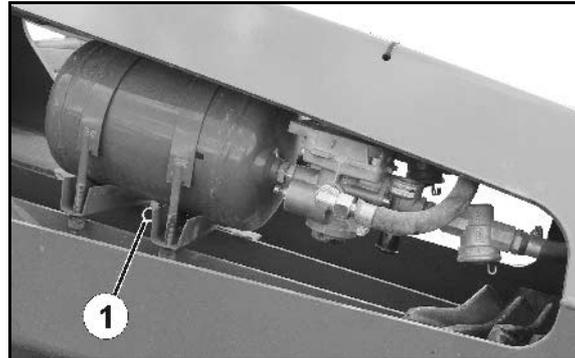

Fig. 72
1. Ziehen Sie das Entwässerungs-Ventil (Fig. 72/1) über den Ring solange in seitlicher Richtung, bis kein Wasser mehr aus dem Luftbehälter ausfließt.